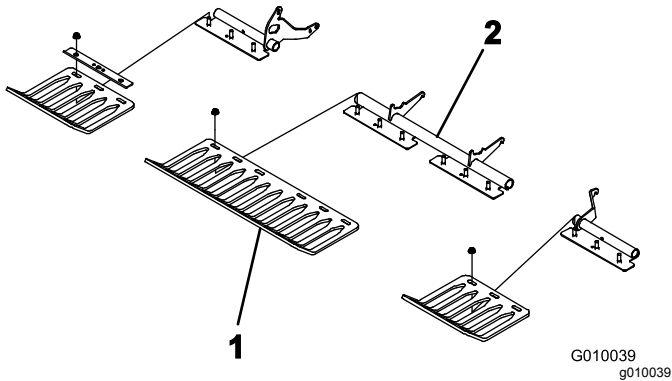

**Figura 23**
3. Su ciascun braccio delle fustelle montate un portafustelle usando 3 bulloni ( $\frac{1}{2}$ " x  $1\frac{1}{4}$ ") (Figura 23). Serrate i bulloni a 101,6 N-m.